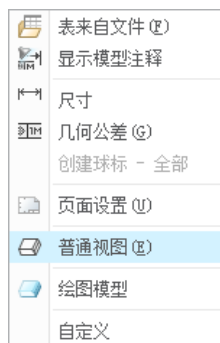

图 3.4.3 快捷菜单
Step3. 在绘图区中右击，系统弹出图 3.4.3 所示的快捷菜单，在该快捷菜单中选择 **普通视图(V)** 命令。